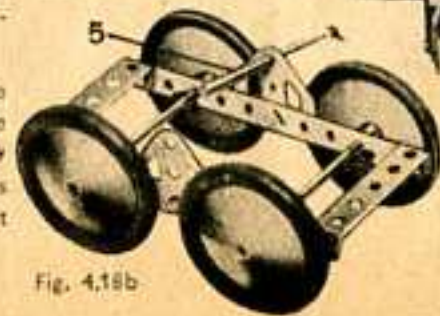

Fig. 4.18b
La Fig. 4.18b montre la construction du bogie arrière. Ce dernier est fixé au camion au moyen d'une Tringle 5 qui passe à travers les trous des Bandes de 39 cm. (6) et à travers les trous supérieurs des Embases triangulées plates boulonnées au bogie. La Tringle est fixée au moyen de Clavettes.